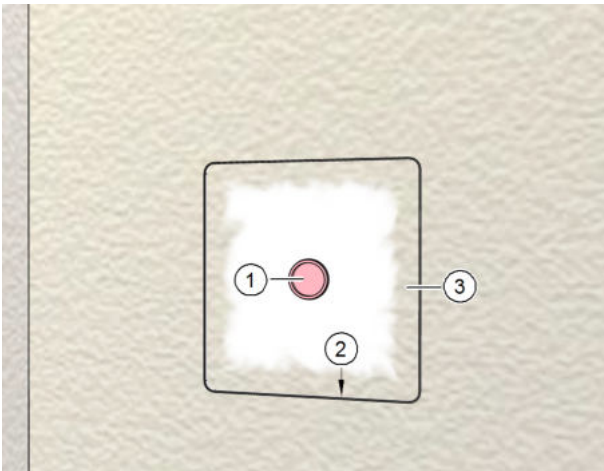

Abb. 20: Mauerkasten innen verputzt
- ▶ Entfernen Sie den Signaldeckel (Pos. 1 in Abb. 20).
- ▶ Ritzen Sie mit einem Messer den Putz an der Innenseite des Putzrahmens (Pos. 2 in Abb. 20) ein.
- ▶ Entfernen Sie vorsichtig den Putzschutzdeckel (Pos. 3 in Abb. 20).